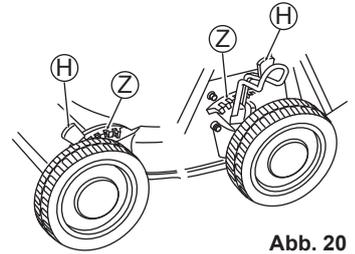

Abb. 20
2. Drücken Sie den Schnitthöheneinstellhebel (H) in Richtung Rad und lösen Sie ihn von den Rasten (Ausnehmungen) (Z). (Siehe Abb. 20 und 21)